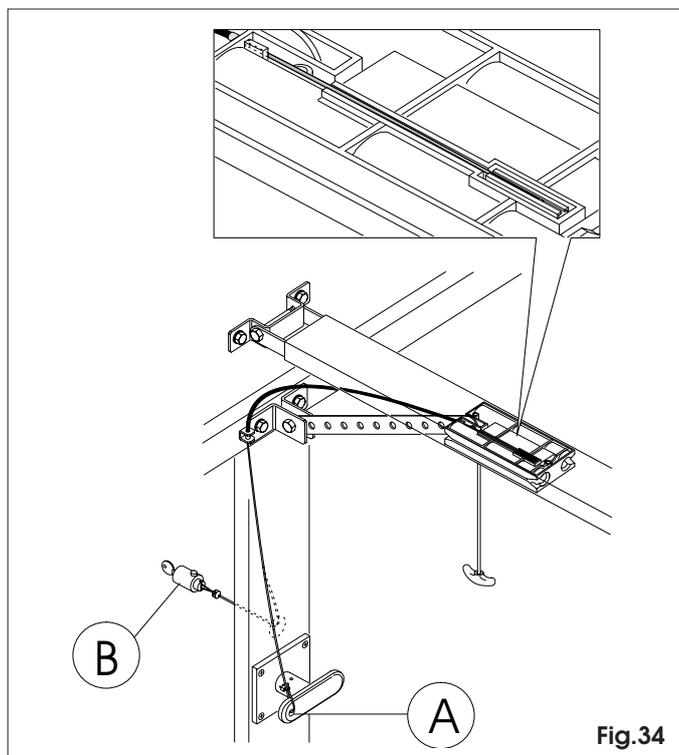

Fig.34
- con manilla (fig.34 ref. A)
- con llave (fig.34 ref.B).